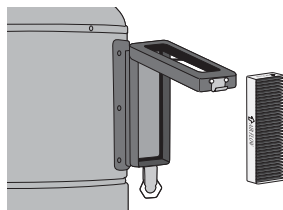

figura 11
2. Retire el filtro rectangular usado, y tírelo (**figura 11**).